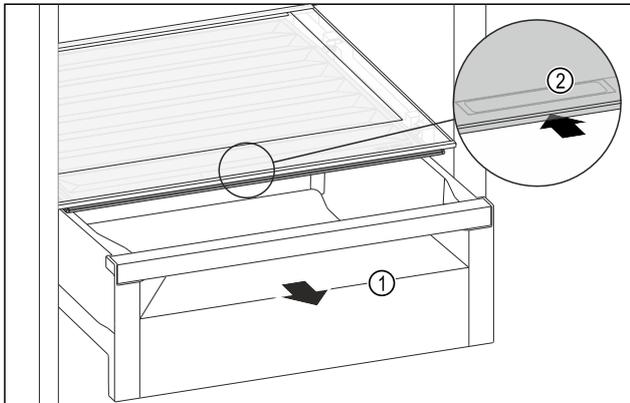

Fig. 109
- ▶ Estrarre il cassetto Fig. 109 (1).
- ▶ Afferrare la maniglia incassata Fig. 109 (2) sul coperchio dello scomparto e spingere allo stesso tempo all'indietro il coperchio dello scomparto.